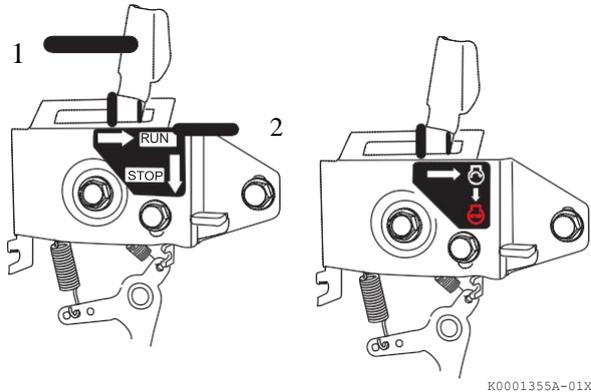

Figure 12
- Si votre commande de vitesse est similaire à la **Figure 12** faites glisser le levier de commande (**Figure 12, (1)**) sur MARCHÉ (RUN) ou (**Figure 12, (2)**).